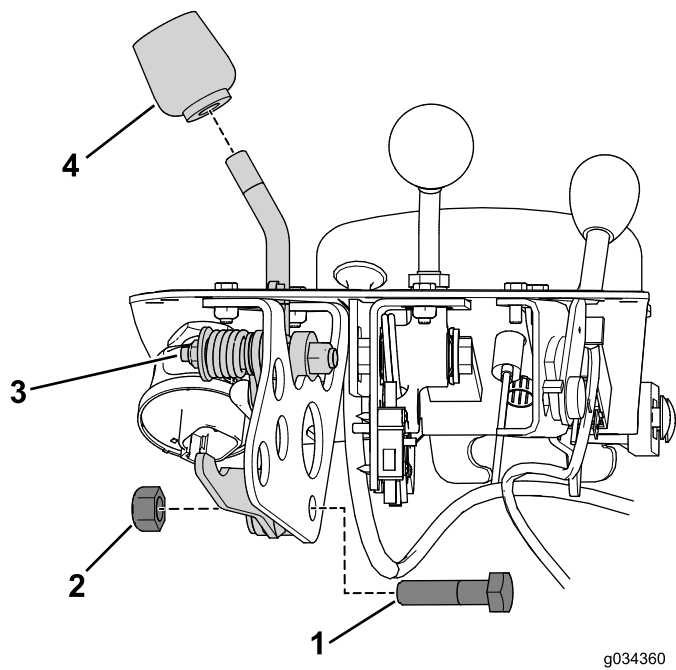

図 8
6. 機能レバーからノブを取り外す 図 8。
7. 機能レバーアセンブリを機能レバーブラケットに固定しているボルトとナットを外す 図 8。